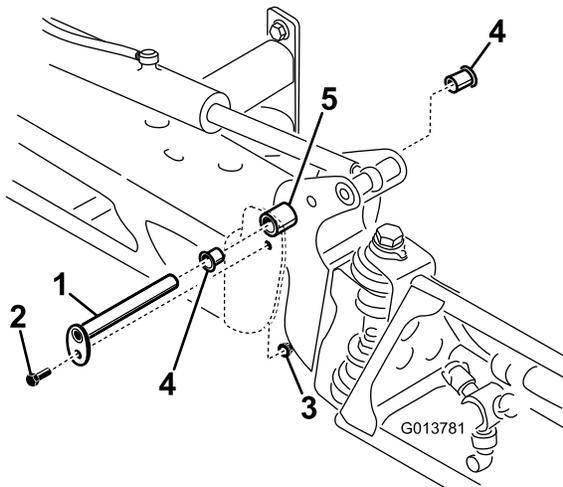

図3
7. ピボットピンをブームアセンブリに固定しているボルトとナットを取り外す **図3**。
8. ピボットピンを取り外す **図3**。